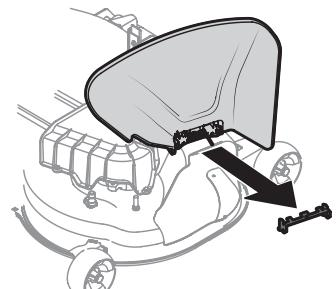

Figure 4
1. Repérez le support qui retient le déflecteur d'éjection en position verticale à des fins d'expédition. Retirez le support du déflecteur d'éjection, si présent, avant d'utiliser l'appareil. Reliez le déflecteur d'éjection et maintenez-le dans cette position pour enlever le support. Abaissez le déflecteur d'éjection et jetez le support. Voir Figure 4.